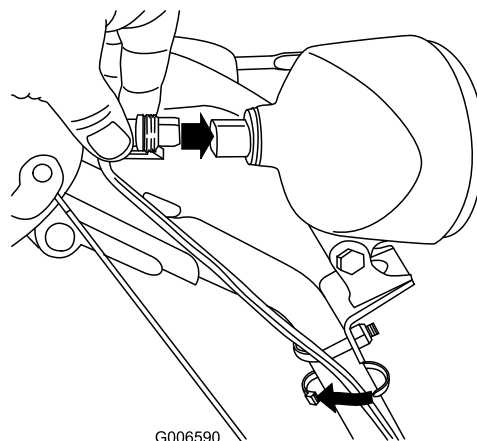

Bild 60
- Setzen Sie den Kabelanschluss hinten am Scheinwerfer gerade ein, bis er fest sitzt (Bild 60).